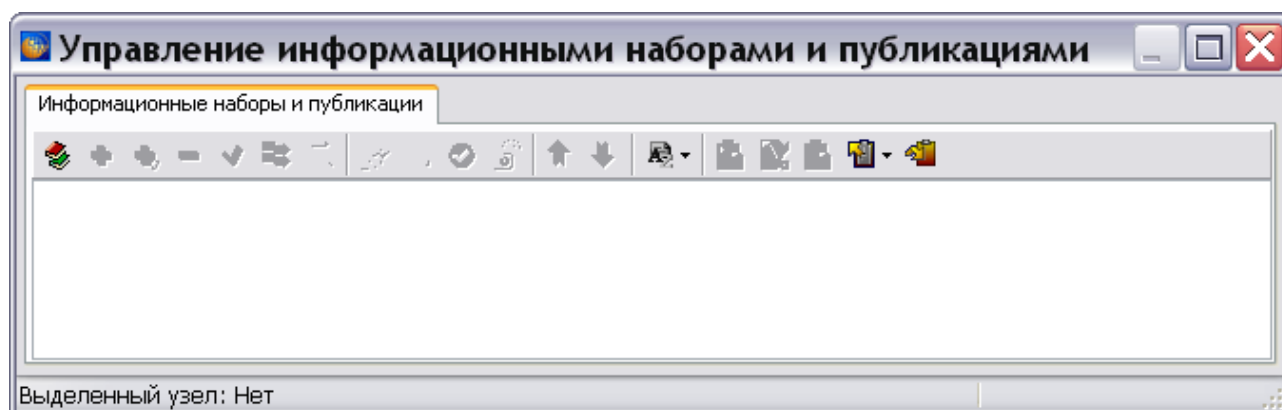

Рис. 18.2
3. В верхней части окна выберите инструмент **Публикации** . После этого откроется диалоговое окно **Управление информационными наборами и публикациями** (Рис. 18.2).